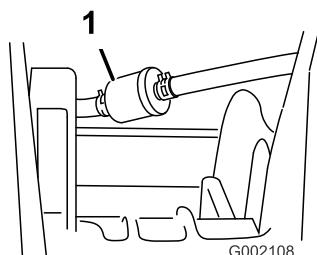

Рисунок 46
5. Снимите зажимы, крепящие топливный фильтр к топливным линиям (Рисунок 46).